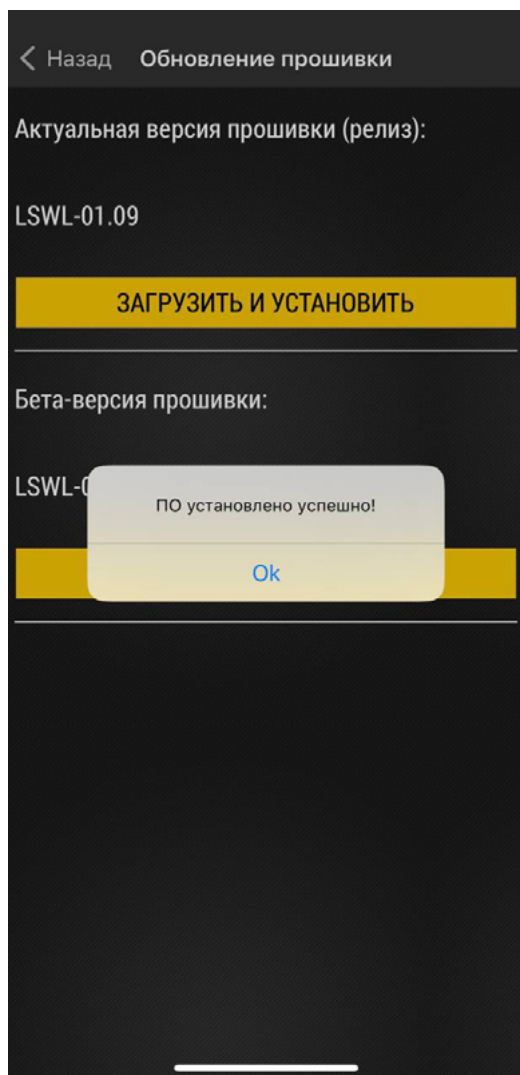

Рис.47. Успешное обновление прошивки.
- По окончании обновления на экране появиться сообщение о успешном обновлении прошивки (**Рис.47**)